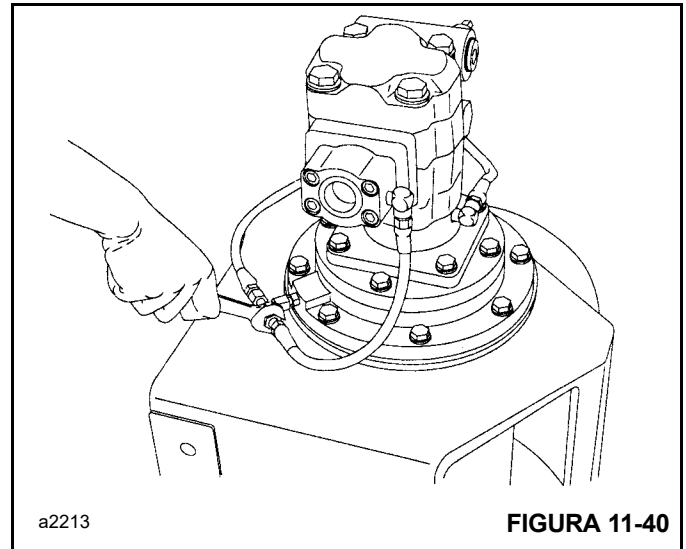

FIGURA 11-40
3. Comience el desarmado retirando el tapón de nivel de aceite y apoyando el malacate en el extremo de soporte del cojinete. Marque y retire las mangueras hidráulicas que conectan la válvula del freno y el colector al cilindro del freno (Figura 11-40).